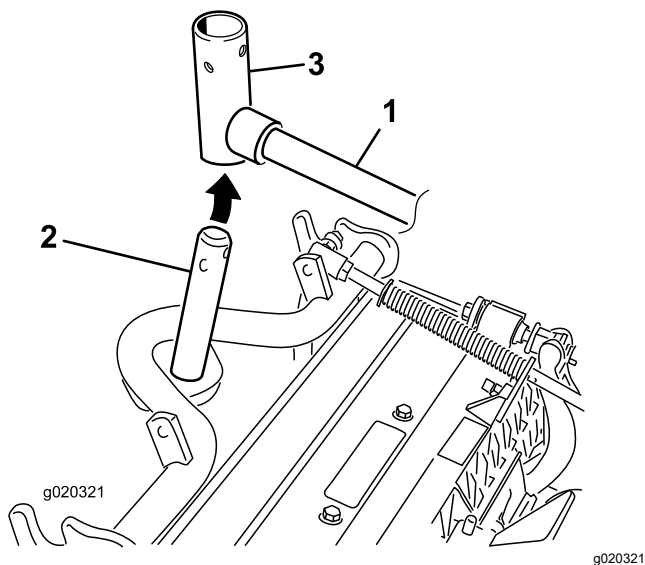

Figure 7
9. Pour les unités de coupe avant, poussez une unité de coupe sous le bras de levage tout en insérant l'arbre du bâti porteur dans la chape de pivot du bras de levage (Figure 7).
- B. Insérez la chape du bras de levage sur l'arbre du bâti porteur (Figure 7).